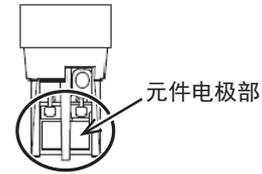
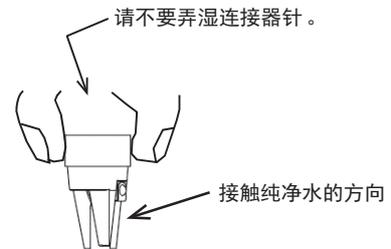

图 35
图 36
- (1) 从产品的探头取出元件，用纯净水清洗。清洗时使用洗净瓶，元件的电极部分 (图35 ○部) 接触纯净水。
- (2) 使元件保持『图35』的方向。
- (3) 按从上往下的方向冲洗元件电极的污垢，从洗净瓶喷射纯净水约2秒钟。
- (4) 步骤 (3) 重复3~5次。
- (注)『图36』的箭头部分有连接器插销。请注意不要接触到纯净水。